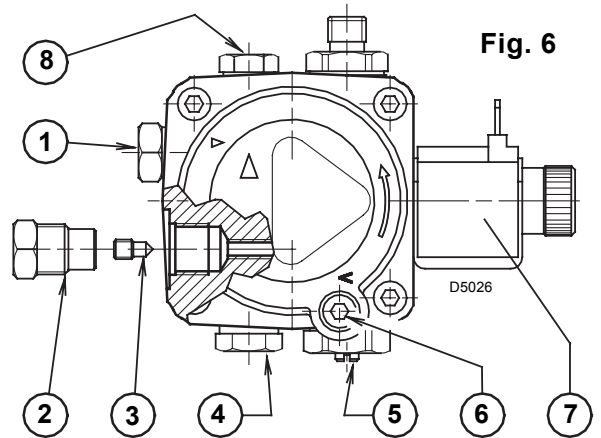
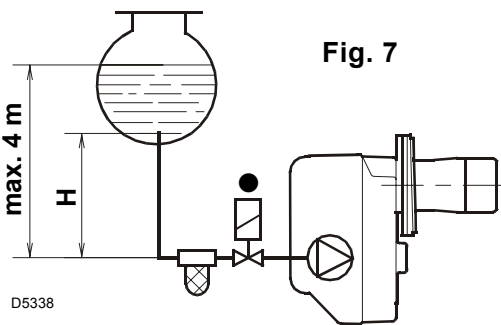

Fig. 6
Fig. 7
- La pompe est prévue pour un fonctionnement en bitube. Pour le fonctionnement en mono-tube, il faut dévisser le bouchon de retour (2), enlever la vis de by-pass (3) et ensuite revisser le bouchon (2), (voir fig. 6).
Dans l'installation en fig. 7, il faut desserrer le raccord du vacuomètre (5, fig. 6) jusqu'à la sortie du combustible.